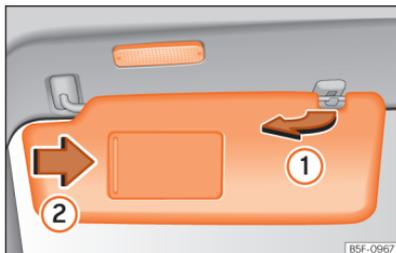

Fig. 91 Pala do sol.
- A pala do sol pode ser puxada para fora da fixação e ser virada para a porta »» **Fig. 91** ①.